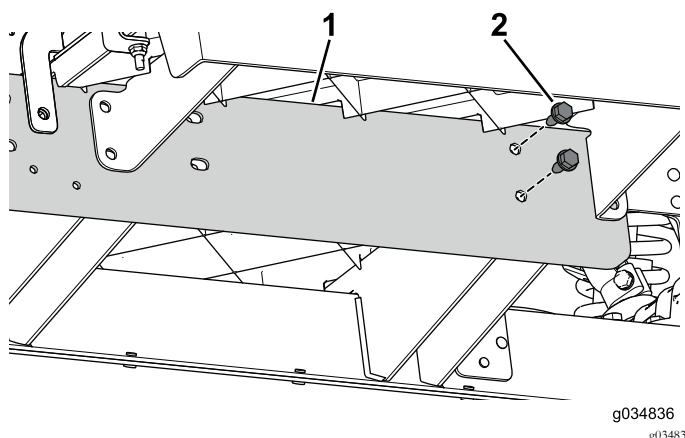

Figura 23
3. Utilice los 2 pernos (5/16" x 3/4") para sujetar provisionalmente la extensión al perfil central, en la sección delantera de la máquina (Figura 23).